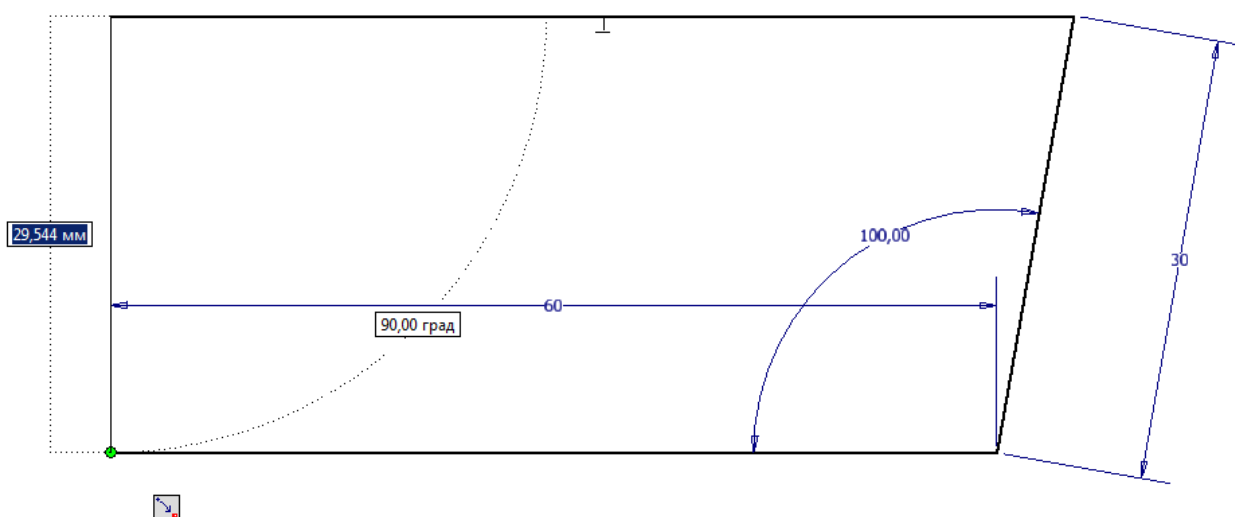

Рисунок 1.5 – Исходная форма эскиза
16) Щелчком «мышки» соедините отрезки (см. рисунок 1.5).